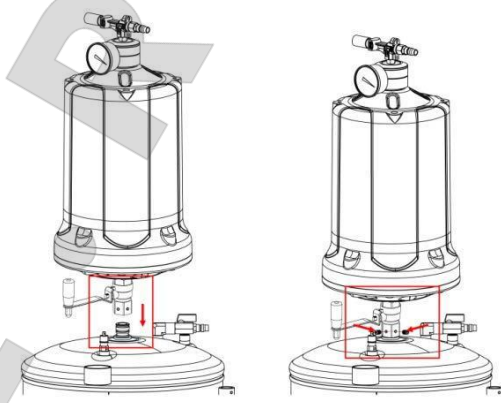

Рис.1
### Установка мерной колбы (рис.1)
1. См. рис.1, установите мерную колбу на бак с рукояткой сливного вентиля перпендикулярно баку.